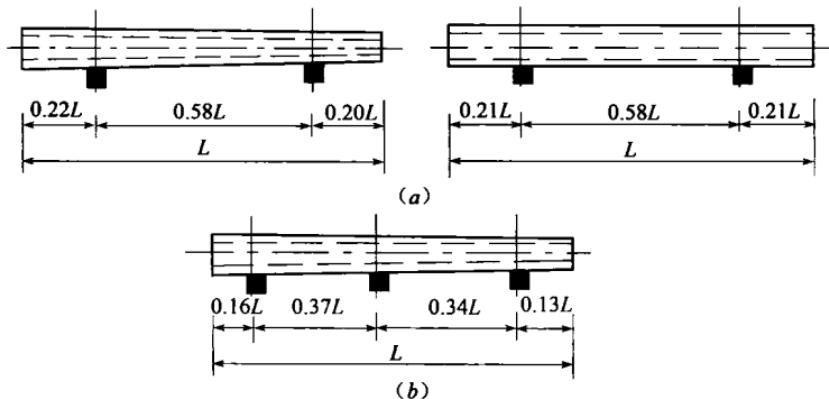

图1-1 电杆堆放支撑
(1) 电杆堆放场地应坚实、平整。电杆应按品种、规格、荷载级别、生产日期等分别堆放。锥形杆梢径大于270mm和等径杆直径大于400mm时，堆放层数不宜超过4层；锥形杆梢径小于或等于270mm和等径杆直径小于或等于400mm时，堆放层数不宜超过6层。
(2) 电杆应根据不同杆长分别采用两支点或三支点堆放。杆长小于或等于12m时，采用两支点支撑；杆长大于12m时，采用三支点支撑。电杆支点位置如图1-1所示。